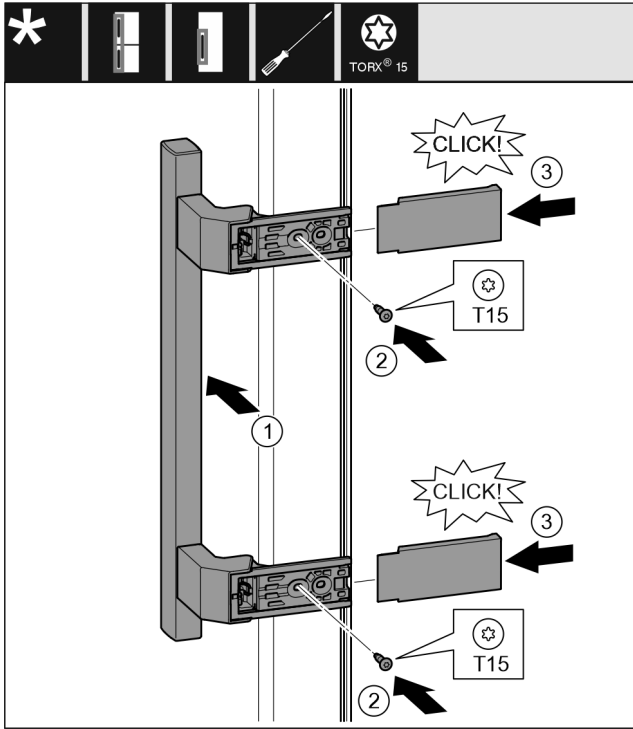

Fig. 18
- ▶ Aseta kahva vastakkaiselle puolelle. Fig. 18 (1)
- ▶ Kiristä ruuvit T15-ruuvimeisselillä. Fig. 18 (2)
- ▶ Aseta suojukset sivuttain kohdalleen ja työnnä ne paikoilleen. Fig. 18 (3)